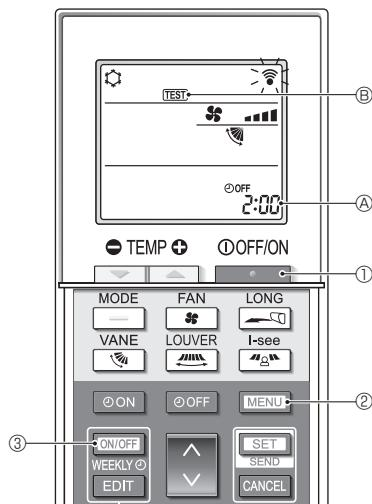

Fig. 7-5
7.2.2. Використання бездротового пульта дистанційного керування (Fig. 7-5)
■ Тестовий прогін (Fig. 7-5)
- Натисніть кнопку ① для зупинки кондиціонера.
- Якщо ввімкнено тижневий таймер (увімкнено режим **WEEKLY**), натисніть кнопку ③, щоб його вимкнути (режим **WEEKLY** вимкнено).
- Натисніть і тримайте кнопку ② протягом 5 секунд.
- Натисніть кнопку ②.
- З'являється напис **TEST** ③, і блок переходить у режим тестового прогону.